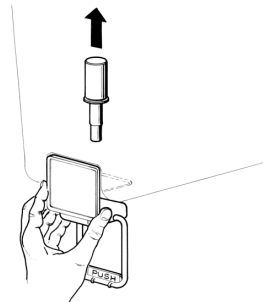

figure 3
- 6 **Robinet en inox à gravité:** défilier le piston et démonter le levier de débit robinet (voir figure 3).